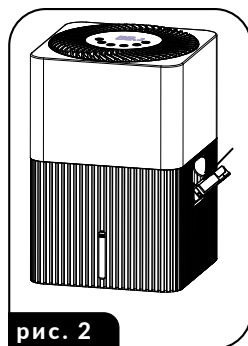

рис. 2
1. Слегка отклоните излив для наливания воды (8).
2. Аккуратно налейте воду через излив в емкость (10) в количестве примерно 3-х литров холодной и чистой воды (рис. 2).
3. Вы можете проверить уровень воды в емкости для воды (10) с помощью индикатора уровня воды (9). Отметка «MAX» на индикаторе соответствует уровню примерно 3 литров.
5. После наливания воды сложите излив (8) в исходное положение.